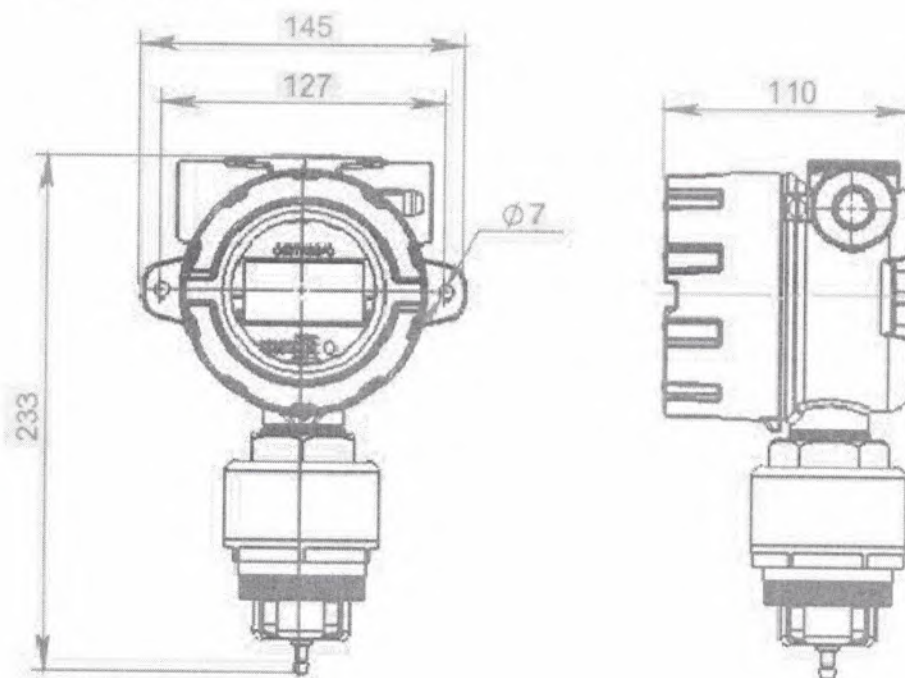

Рисунок 7 – Габаритный чертёж изделия с 3-я вводными отверстиями
2.4.3.2 Разметить место крепления, просверлить 2 отверстия диаметром 8 мм на расстоянии 127 мм для трансмиттеров с 3 вводными отверстиями и 134 мм для трансмиттеров с 5 вводными отверстиями, установить дюбели (см. габаритные чертежи рис. 7, 8, 9).